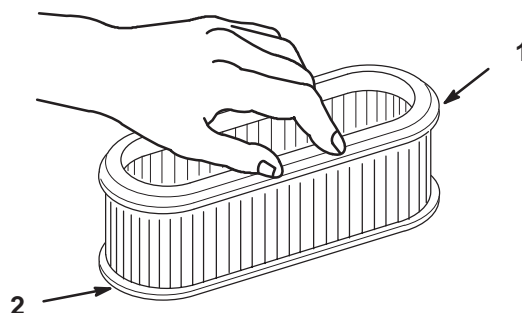

Figure 24
1. Tapotez doucement l'élément sur une surface plane pour faire tomber la poussière et la saleté (Fig. 24).